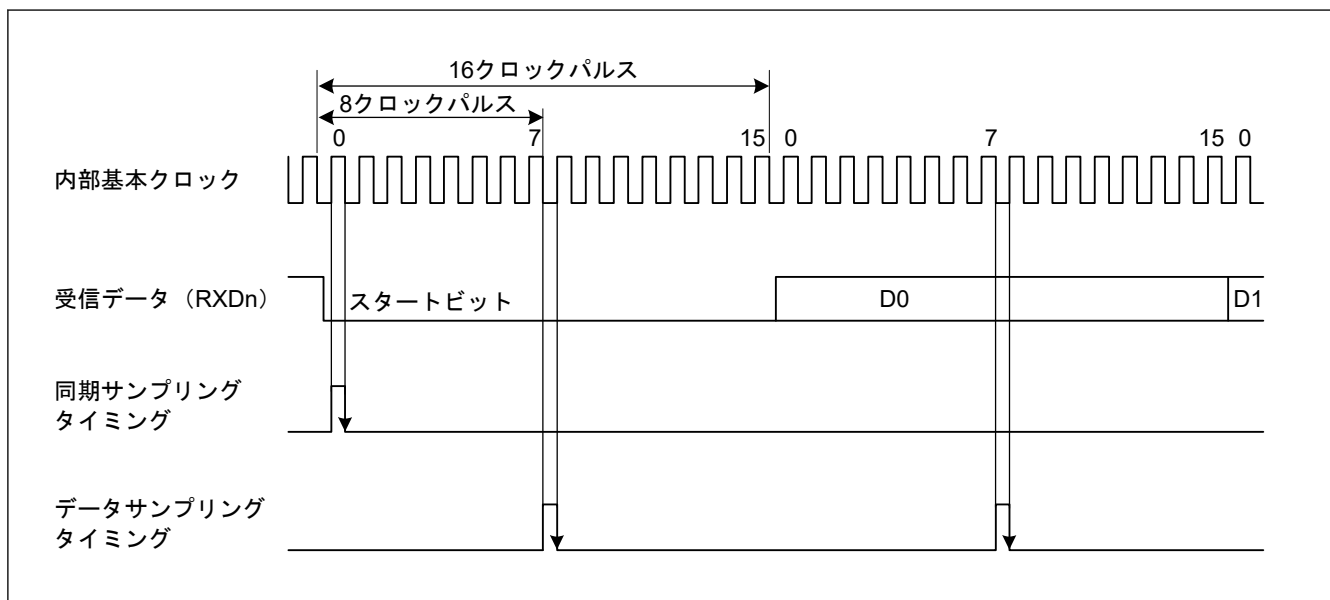

図 25.8 調歩同期式モードでの受信データサンプリングタイミング
また、図 25.8 に示すように、受信データは基本クロックの 8 パルス目^(注1)の立ち上がりエッジでサンプリングされるため、各ビットの途中でデータが取り込まれます（サンプリング時間を調整しない場合 (SPTR.ASEN = 0)）。調歩同期式モードでの受信マージンは以下の式 (1) で決定されます。
スタートビットの決定条件は、Low 状態がビットの中間点より後ろまで続くことです。サンプリングタイミングと同様です。図 25.8 では、スタートビットを検出するためには Low 状態が 8 サイクルより長く続く必要があります。Low 状態が 8 サイクルより長く続かなかった場合は、IP はこれをノイズと判断します。したがって IP は受信を開始せず、スタートビットを待ちます。